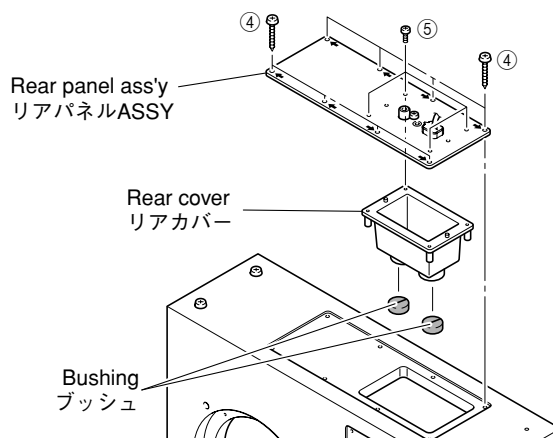

Fig. 5
- Remove 8 screws (④). (Fig. 5)
- \* Screws (④) are identified with arrow marks ( ⇨ ).
- Remove the rear panel ass'y. (Fig. 5)
- Remove 2 bushings. (Fig. 5)
- Remove 4 screws (⑤) and then remove the rear cover. (Fig. 5)
- ④のネジ8本を外します。(Fig. 5)
- ※ 取り外す④のネジには矢印( ⇨ )が印刷されています。
- リアパネルASSYを取り外します。(Fig. 5)
- ブッシュ2個を外します。(Fig. 5)
- ⑤のネジ4本を外し、リアカバーを取り外します。(Fig. 5)